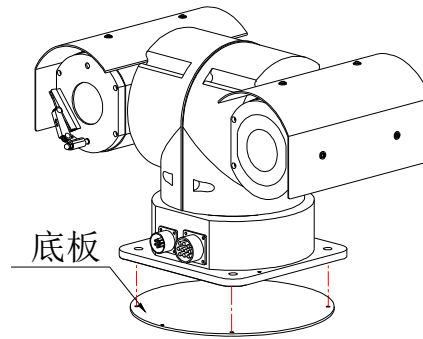

图 2
- 3) 再将云台底板重新安装好，注意防水密封圈的密封性（如图 2 所示）；